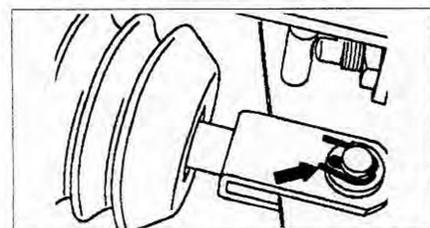

Рис. 7.3. Отсоедините упорную тягу от тормозной педали.
5. Отсоедините упорную тягу от тормозной педали (рис. 7.3).